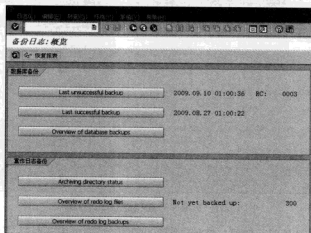

图 13-29 “备份日志：概览”界面
STEP 1 在命令栏中输入“DB12”命令，进入“备份日志：概览”界面，如图 13-29 所示。